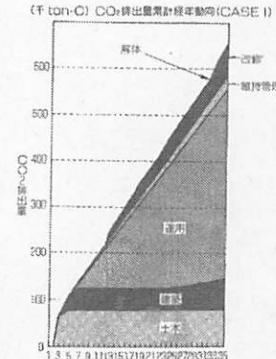

図3 CO₂排出量経年動向
②CO₂排出抑制技術を利用してない場合(CASE 1)のCO₂排出量の推移(図3参照)